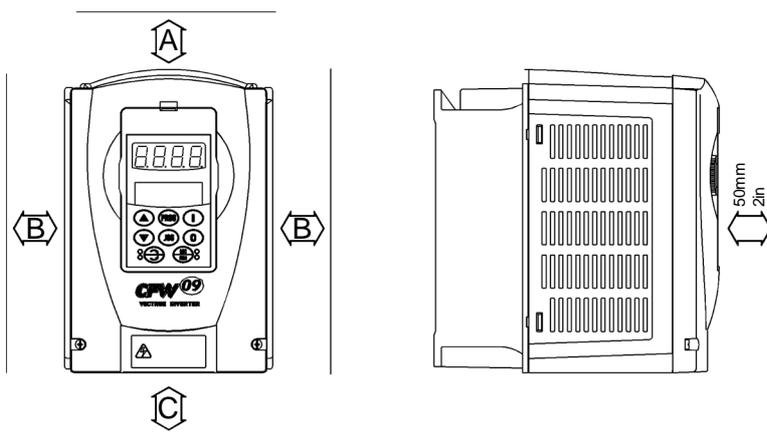

Figura 3.1 - Espaços livres para ventilação
- Deixar no mínimo os espaços livres ao redor do inversor como na Figura 3.1;